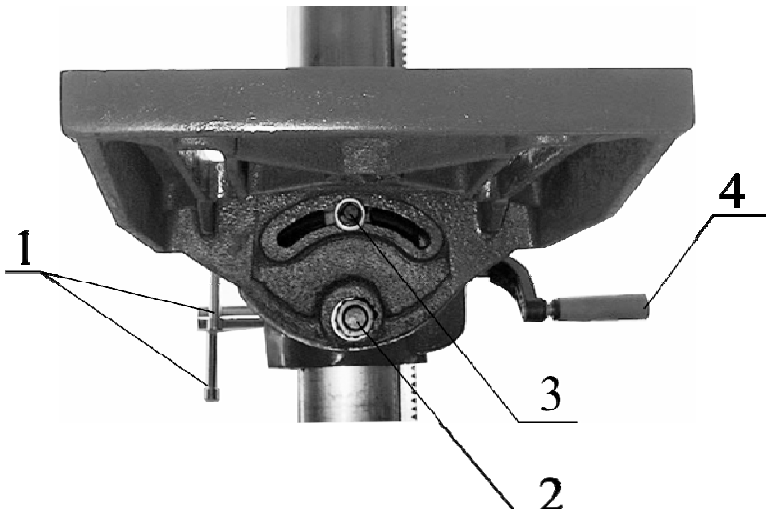

Рисунок 8
**Регулировка высоты и наклона стола (см. рис.8).**